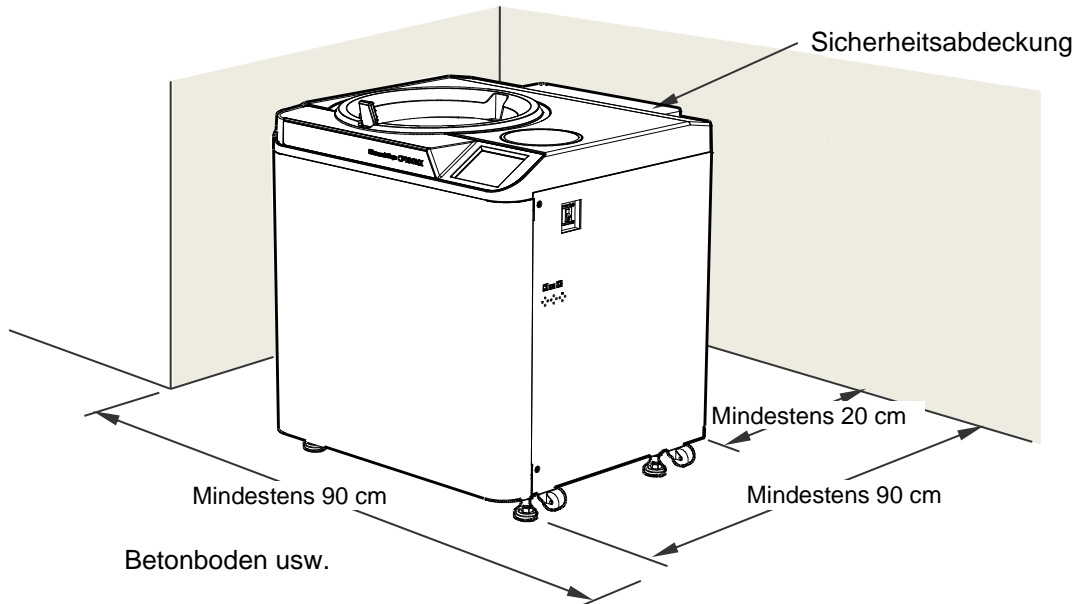

Abb. 6-1 Stellplatz
- (1) Stellen Sie die Zentrifuge auf einem Beton-, Stein- oder Hartholzboden auf. Vermeiden Sie die Aufstellung auf einem weichen Boden oder Teppichboden, der externe Schwingungen auf die Zentrifuge übertragen kann.
- (2) Der Umgebungstemperaturbereich für den Betrieb ist 2 bis 40°C. Wenn die Raumtemperatur auf über 30°C ansteigt, kann der Rotor zu warm werden. Vermeiden Sie die Aufstellung der Ultrazentrifuge in direktem Sonnenlicht oder an einem Ort, wo die Umgebungstemperatur höher ist als 30°C.
- (3) Die Ultrazentrifuge erfordert mindestens 20 cm Freiraum an der Rückseite und eine Stellfläche von mindestens 90x90 cm (siehe Abb. 6-1). Achten Sie darauf, dass die Luft frei um das Gerät zirkulieren kann. Vermeiden Sie die Aufstellung der Ultrazentrifuge in der Nähe eines anderen Wärme erzeugenden Geräts, das die Kühlwirkung der Ultrazentrifuge beeinträchtigen könnte.